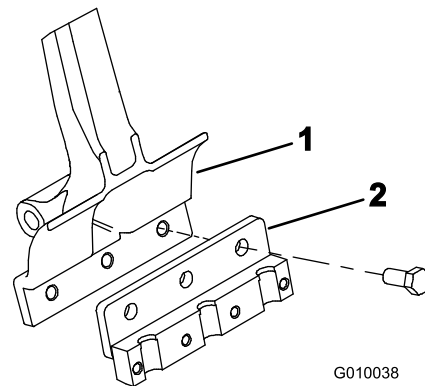

Figura 24
3. Monte un portataladro en cada brazo de taladros (Figura 24) con 3 (1/2" x 1-1/4"). Apriete los pernos a 101,6 N·m.